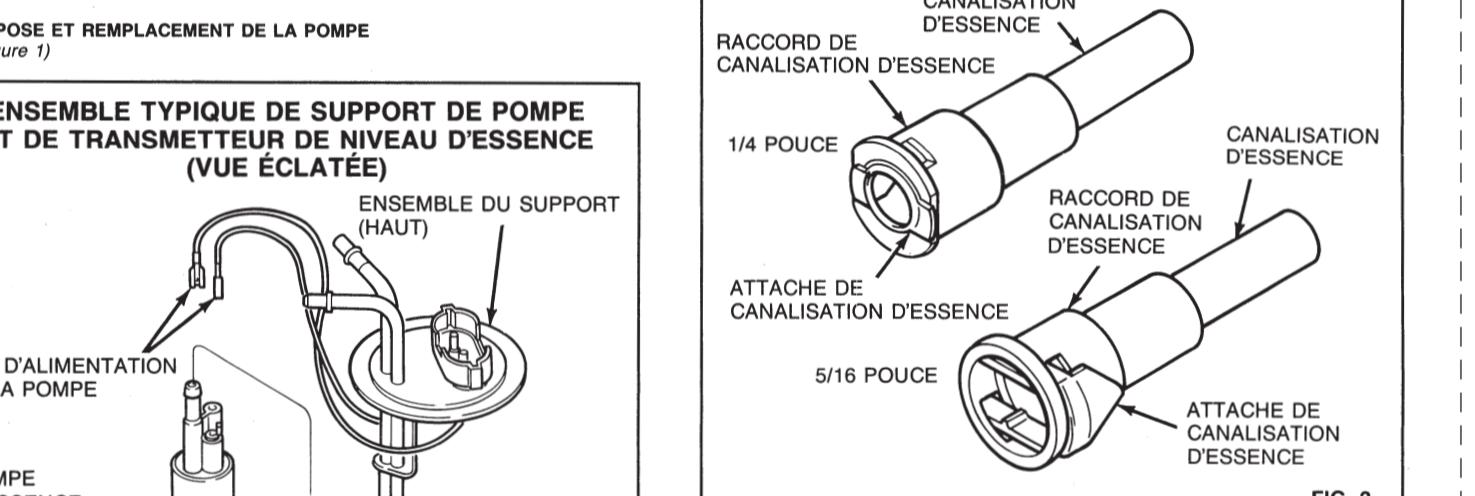

FIG. 2
B) Consultando la Fig. 2, instale las grapas de retención nuevas de la línea de combustible, de 1/4" estile pico de pato y la de 5/16" en forma de horquilla, en sus respectivos conectores de la línea de combustible. Con el retenedor de 1/4" estile pico de pato instalado adecuadamente, los bordes dentados deben sobresalir a través de la abertura lateral del conector de la línea de combustible. La grapa estile de horquilla está instalada con la porción triangular de la horquilla retirada de la abertura del conector de la línea de combustible.